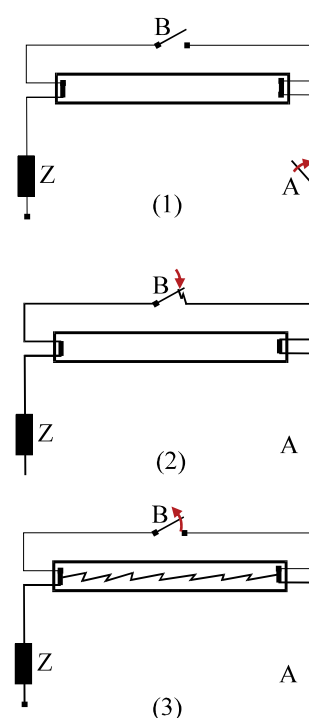

Figura 4.4: Proceso de cebado
1. En la figura 4.4 (1) se aprecia la lámpara fluorescente, la reactancia, el cebador B y un interruptor A.
2. Cuando se cierra el interruptor A, figura 4.4 (2), salta un arco en el cebador B cerrándose el circuito a través de él.
Los electrodos del tubo fluorescente son atravesados por la corriente, calentando el gas del interior y emitiendo electrones. En el cebador B, formado por dos láminas metálicas, el calor del arco dilata las láminas y las une, el arco cesa, el calor producido también, y las láminas se separan, figura 4.4 (3).